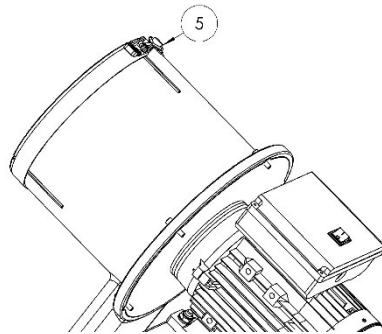

Fig. 5
- 5) Installieren Sie den Spanner an der Brechkammer. Bild 5.